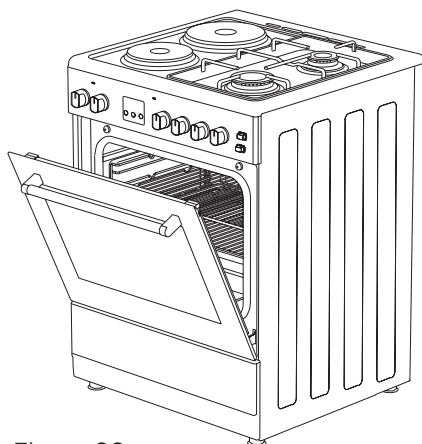

Figura 29
- 2.** Mettere il pannello di sicurezza sotto al pannello di controllo aprendo il vetro della copertura anteriore del forno. (Figura 29)